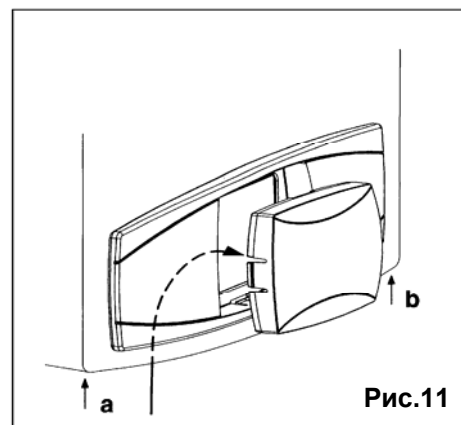

Рис.11
1. Отвинтить два винта (а - б рис.11), которые фиксируют корпус котла;
2. Приподнять слегка корпус и рукой выдавить наружу крышку передней панели (рис.11);
6. Закрыть корпус котла, завинтить два винта, которые его фиксируют (рис.11).
1. Отвинтить два винта (а - b рис.11), которые фиксируют корпус котла;